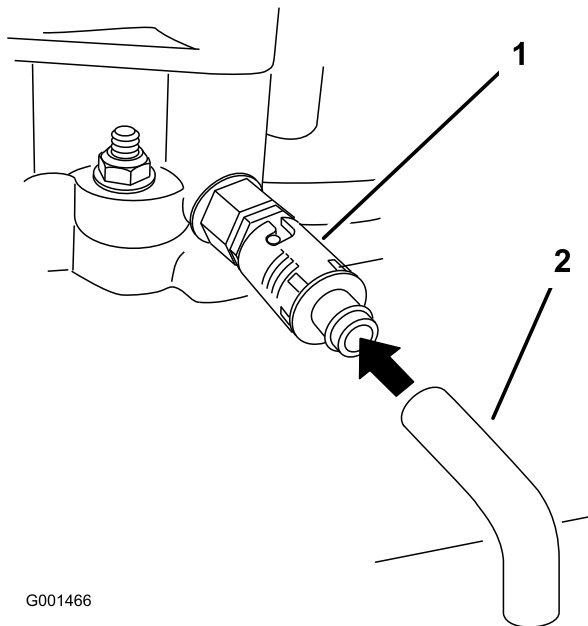

Figura 29
- Coloque un recipiente debajo del tubo de vaciado. Gire la válvula de vaciado para que se drene el aceite (Figura 29).
- Retire el tubo de vaciado (Figura 29).